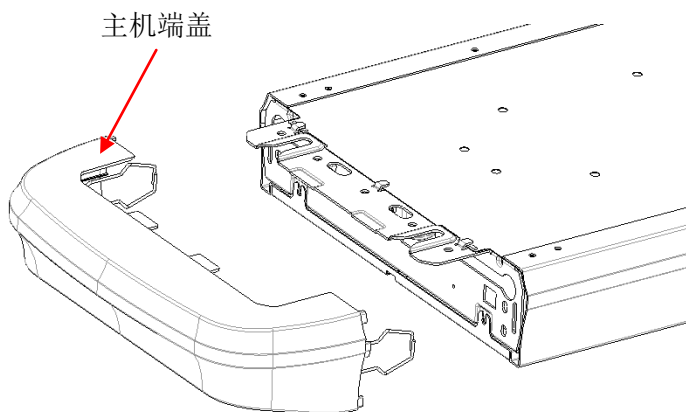
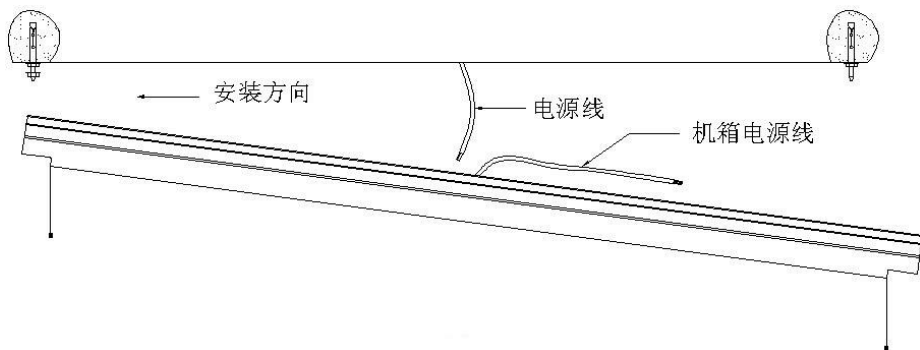

图 3
图 4
- 5、拆下两端的主机端盖（如图 3 所示）。然后小心托起主机，将主机一端插在两个膨胀螺丝的垫片上，接着托起另一端把垫片及螺母装上锁紧，然后，再把第一端的螺母拧紧（如图 4 所示）。